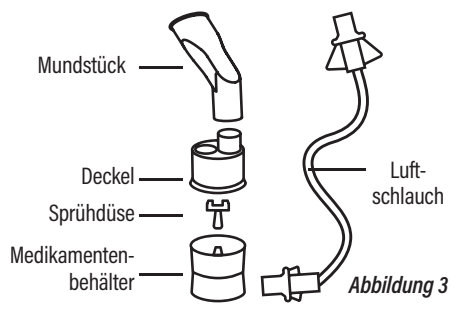

Abbildung 3
1. Drehen Sie den Deckel des Verneblers vorsichtig gegen den Uhrzeigersinn, um das Gerät auseinanderzunehmen (siehe Abbildung 3).